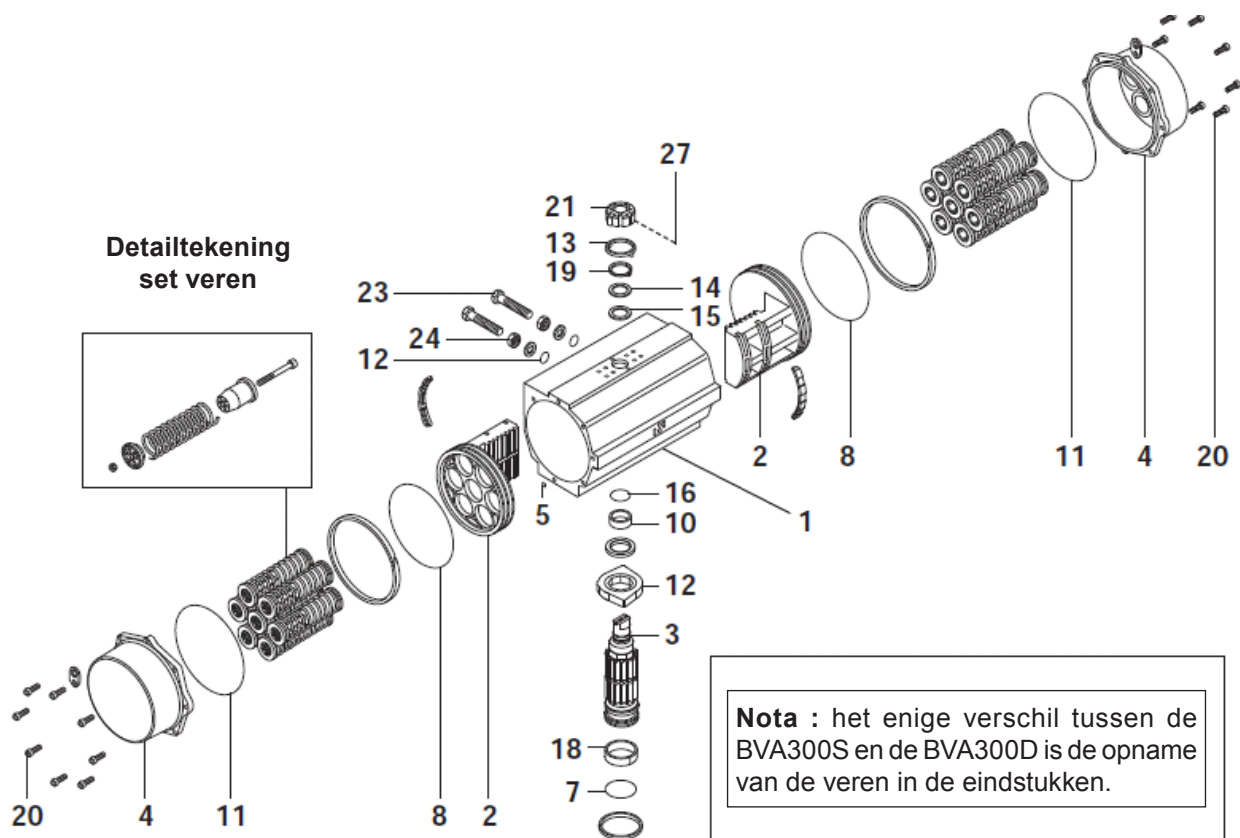

Fig. 5 BVA300
- Plaats de heugel (3) via de onderkant in het huis (1). Plaats de borgring (12) en de bovenste steuning (10) eens de heugel door de binnenkant van het huis verschijnt.
- Plaats het zachte rondsel (15), het metalen rondsel (14), de ring (13) en de klepstandaanduiders (21, 22, 27) op de bovenkant van de heugel.
- Monteer beide zuigers, verifieer of ze tegelijkertijd ingrijpen bij het verdraaien van de heugel (3) in wijzerzin voor normaal gesloten servomotoren en tegenwijzerzin voor normaal open servomotoren.
- Plaats de deksels op de servomotor (4), span de schroeven (20) in volgorde aan. Verifieer of de open en gesloten posities overeenstemmen met de aangeduide positie op de bovenkant van de heugel (zie Fig. 5).